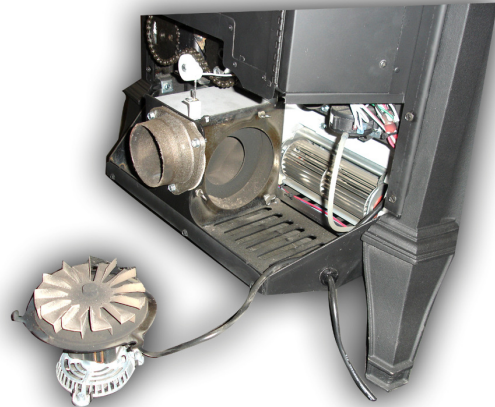

Fig. 26
1. Ouvrir la porte frontale du poêle puis ouvrir la trappe du cendrier en la basculant vers le bas sur le rebord. Oter le cendrier (porter des gants de protection si le poêle n'a pas refroidi)- Fig. 26.